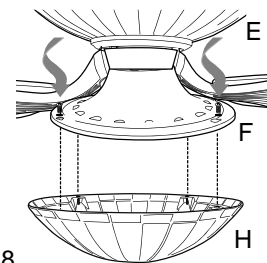

Fig. 8
8. Quite un tornillo de por dentro de la pantalla de vidrio (H) y afloje parcialmente los otros tres tornillos. Alinee los tres tornillos aflojados en la pantalla de vidrio (H) con los agujeros con ranura en el conector para la pantalla (F). Gire el conector para el juego de luz (G) para cerrarlo. Vuelva a introducir el tornillo que se quitó anteriormente y apriete bien los cuatro tornillos con destornillador Phillips. [Fig. 8]
**Consejo útil:** Use un destornillador Phillips corto para poder tener acceso más fácil a los tornillos en el conector para la pantalla (F).